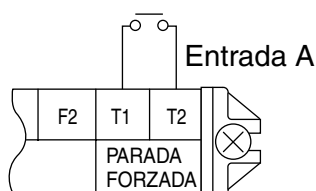

**Fig. 27**
**(Refiérase a la Fig. 27)**
- (3) Retire la tapa de servicio.
- (4) **Añada el control remoto 2 (esclavo) al bloque de terminales (6P) del control remoto (P1, P2) de la caja de control. (No hay polaridad.)**